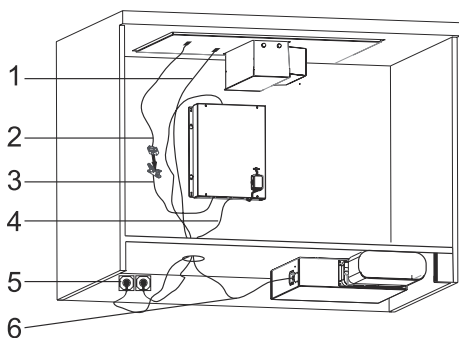

Fig. 21: Kabel forbindelser
- 11.** Strømkabel til kogepladen (Fig. 21/1) Tilslut til strøm (Fig. 21) Datakabel fra kogeplade Fig. 21/2 og data kabel fra styreboks Fig. 21/3 tilsluttes sammen (Fig. 21).
Multistikket fra styreboksen Fig. 21/4 tilsluttes på multistik indgangen på siden af motoren Fig. 21/5 (Fig. 21).
Strømkabel fra styreboksen skal tilsluttes strøm Fig. 21/5 (Fig. 21).